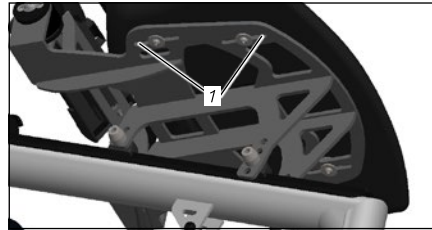

Abb.:11
2. Verschieben Sie das Sitzpolster innerhalb der Langlöcher („Abb.:11 (1)“) nach vorne oder nach hinten.